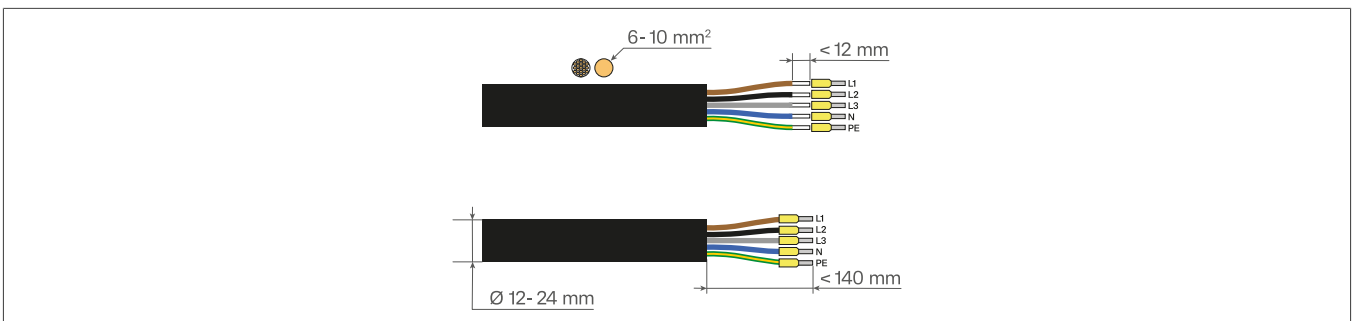

Bild 28: Leitung zum Wechselrichter
- 1 Den Mantel und die Adern der Leitung (flexibel oder starr) abisolieren (siehe Bild 28).